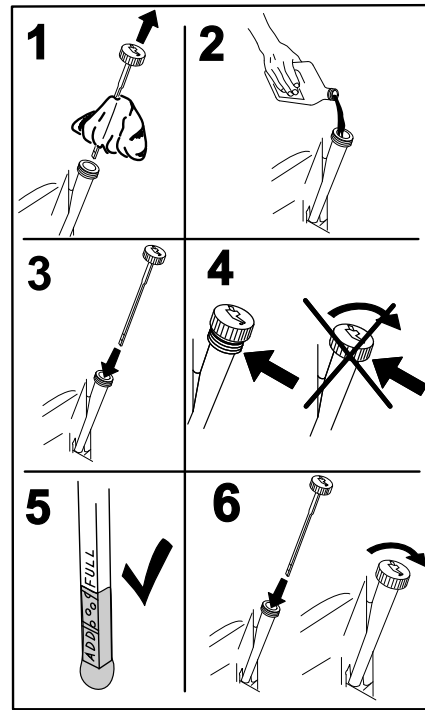

Figure 35
4. Versez lentement environ 80 % de l'huile spécifiée dans le tube de remplissage, puis faites l'appoint lentement jusqu'à ce que le niveau atteigne le repère maximum (Full) (Figure 35).